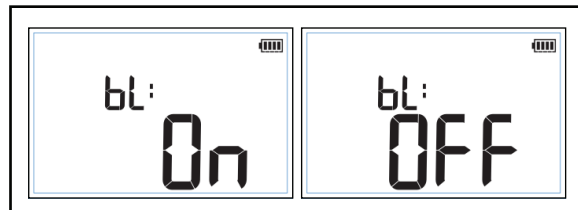

Figure 6. Réglage du rétroéclairage
1. Appuyez sur **SETUP** jusqu'à ce que **bl:** s'affiche à l'écran. Voir la Figure 6.